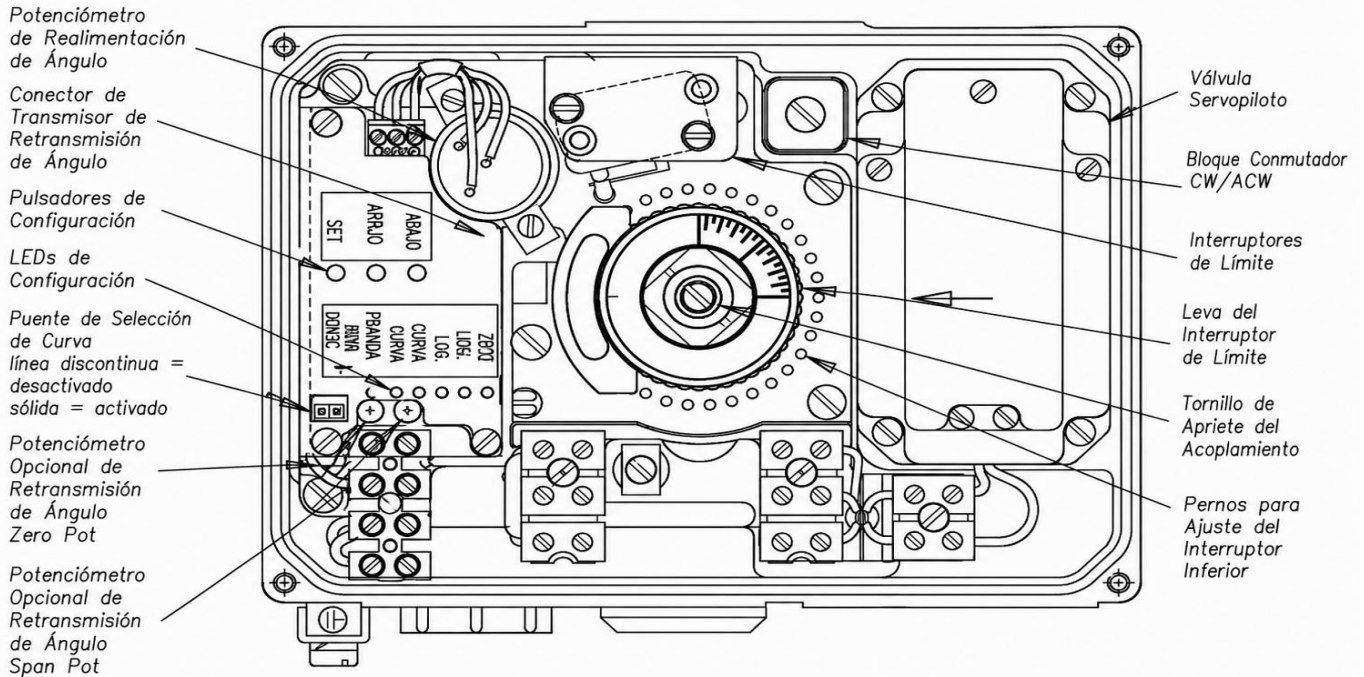

FIGURA 6a. AJUSTES DE CONTROL DIGITAL EL. VISTA SUPERIOR DE LA CAJA ABIERTA – ACOPLAMIENTO MOLDEADO.
4.2.1 Las levas de acoplamiento moldeadas, que se muestran en la figura 6a, se pueden ajustar ejerciendo una ligera presión para girarlas en incrementos de 1 grado. Ajuste primero la leva inferior utilizando un destornillador para hacer palanca contra las clavijas especiales moldeadas en la placa de soporte o ejerciendo presión con los dedos. A continuación, mueva la leva superior ejerciendo presión únicamente con los dedos. En la parte superior del acoplamiento hay marcas graduadas que permiten medir la posición del actuador con la tapa retirada. Estas pueden alinearse con una flecha marcada en la tapa de la servoválvula.